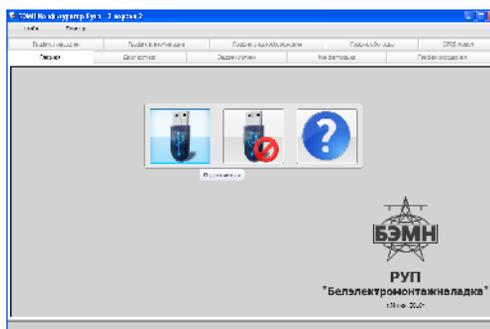

Рисунок 1
- запустить на ПК программу «БЭМН Конфигуратор РУНО 3» (рисунок 1);